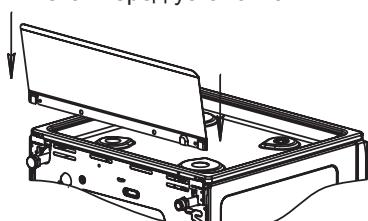

рис. 1
■ Модели плит, не имеющие крышки стола, комплектуются щитком, который закрепляется перед установкой плиты (рис.1).